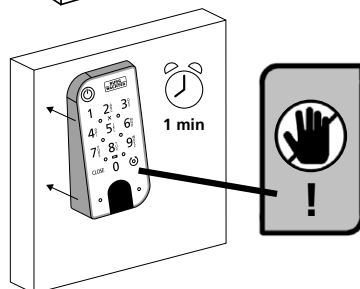

Fig. 9
- 4 Appuyez fermement le clavier contre le mur pendant environ une minute (Fig. 9).